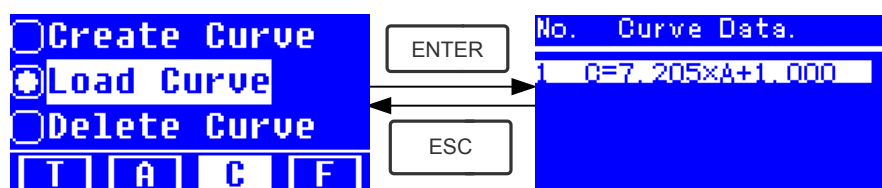

Fig. 4-13
- ★ Déplacer le curseur sur "Load Curve" and presser **Error! Objects cannot be created from editing field codes.** pour confirmer. Le système va aller sur le menu d'enregistrement des équations.(Fig. 4-13)